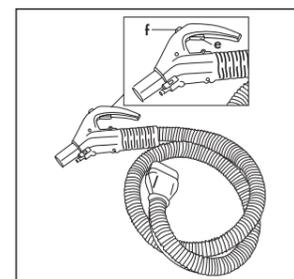

Fig. 14
- Accendere la macchina tramite l'interruttore generale (4).
- Premere il tasto di comando aspirazione (f) posto sull'impugnatura del flessibile (d), per attivare o disattivare la funzione di aspirazione. Fig. 14